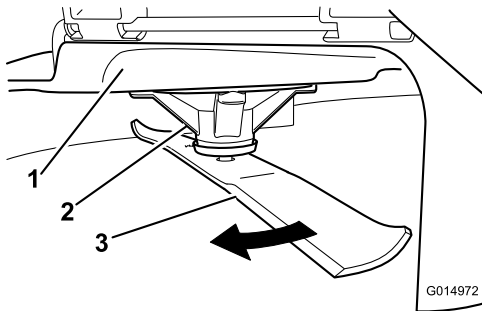

Figura 64
2. Indossando guanti dalla spessa imbottitura o altre protezioni idonee per le mani, ruotare lentamente la lama in una posizione che consenta di misurare la distanza tra il bordo di taglio e la superficie piana su cui si trova la macchina (Figura 64).